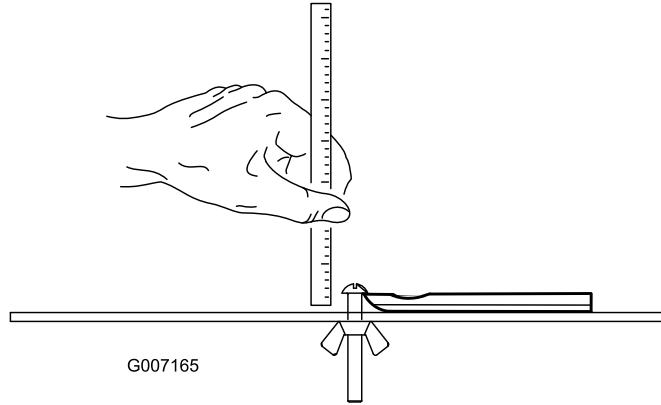

Bild 29
**Hinweis:** Alle Werte für das Untermesserwartungslimit beziehen sich auf die Unterseite des Untermessers (Bild 29)